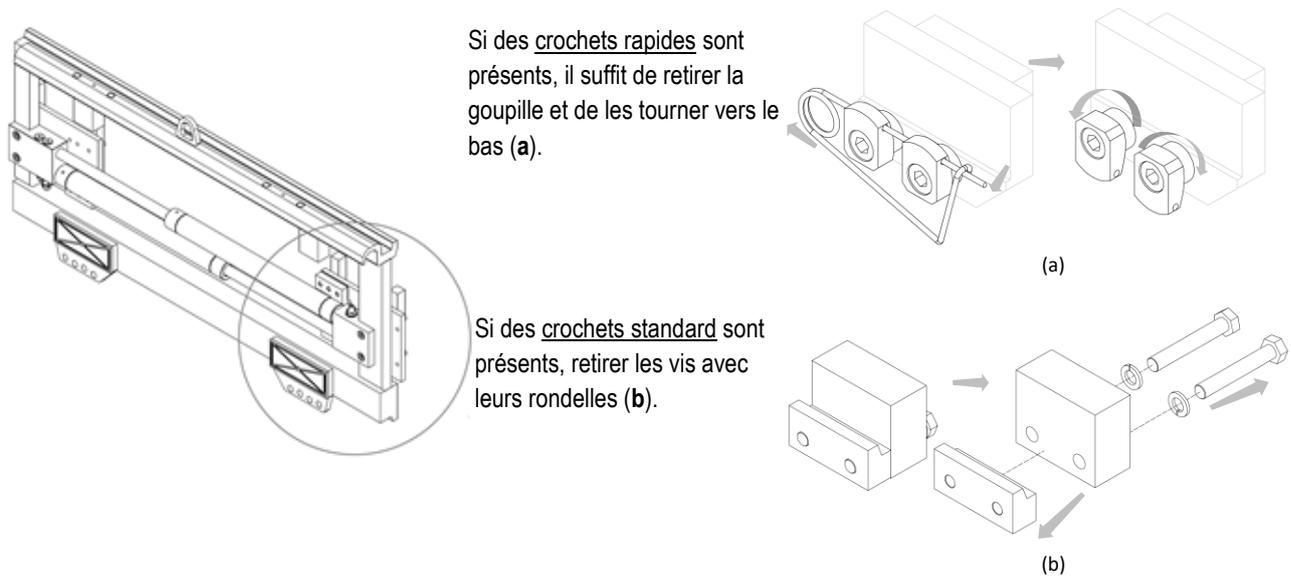

Figure 7
5. Retirer les crochets inférieurs et graisser les lardons de glissement (voir *Figure 7*).